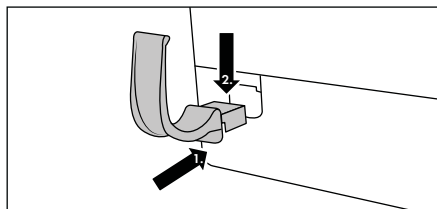

Fig. 1
- ◆ Inserte el soporte para el tubo flexible 15 en la abertura del aparato y deslícelo hacia abajo para que resulte bien ajustado (ver fig. 1).